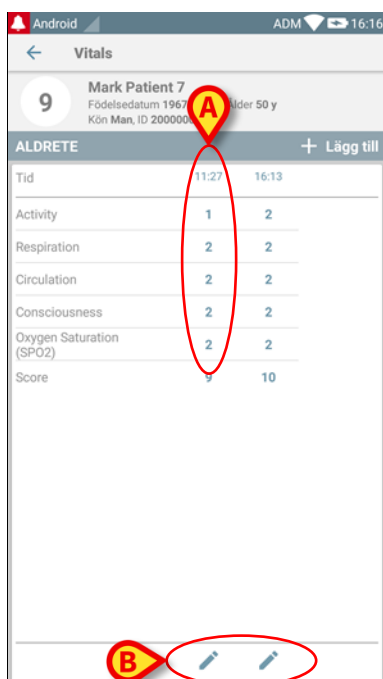
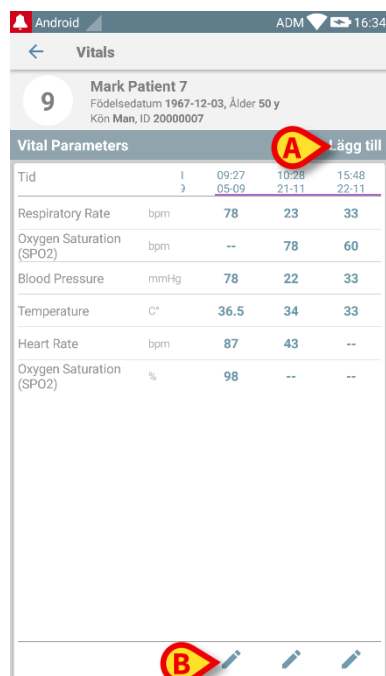

Fig. 49
Fig. 55
Med pilen (Fig. 48 **A**) går det att visa tidigare data. Se till exempel Fig. 49:
För varje post (d.v.s. en uppsättning av värden) visas datum och tid upptill. De registrerade värdena visas nedtill. Se till exempel kolumnen i Fig. 49 **A**.
Ikonen av ett lås i Fig. 49 **B** innebär att motsvarande poäng inte kan redigeras. I annat fall visas en ikon av en penna (se till exempel Fig. 55).
Den nya uppsättningen av värden visas i en specifik sammanfattande skärmbild. Funktionerna på skärmbilden beror åter igen på den insamlade typen av datauppsättning. Se Fig. 55 för ett exempel (Vitala parametrar).
- Tryck på **Lägg till** på denna skärmbild för att lägga till ännu en uppsättning av data (Fig. 55 **A**).
- Använd ikonen av pennan för att redigera data för en befintlig uppsättning (Fig. 55 **B**).